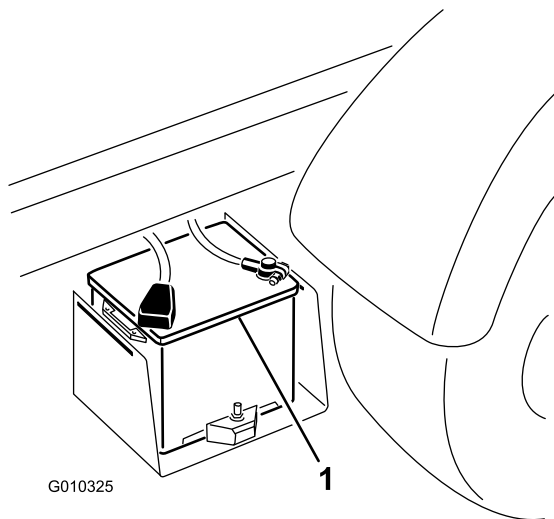

Figure 54
2. Raccordez un câble de démarrage entre les bornes positives des deux batteries (Figure 54). La borne positive se reconnaît au signe "+" figurant sur le couvercle de la batterie.